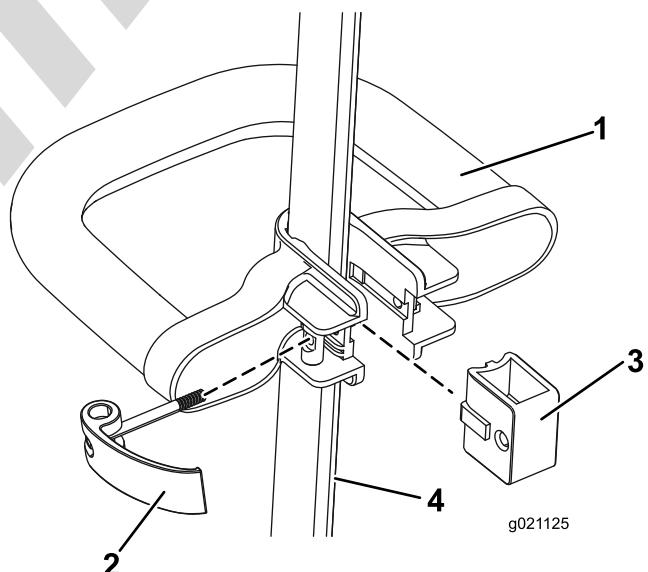

Figura 5
- Coloque la empuñadura auxiliar sobre el mango de la desbrozadora con la superficie lisa hacia el operador (Figura 5).
2. Introduzca la pieza de refuerzo en la empuñadura auxiliar de manera que el refuerzo encaje en la ranura del mango (Figura 5).
3. Pase el pestillo desde la izquierda por la empuñadura y la pieza de refuerzo, según se indica en Figura 5, y apriete el tornillo del pestillo con un destornillador de punta Phillips.